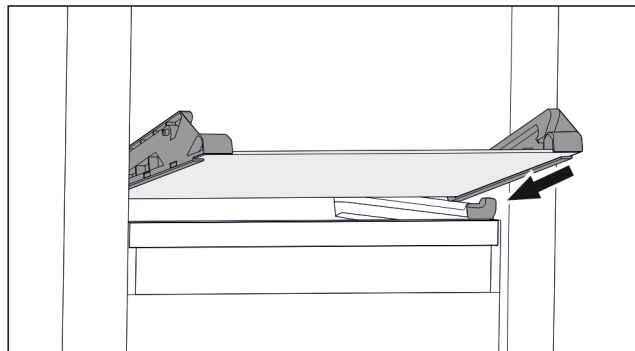

Fig. 73 Glassplate på nedvippbar skuff
- ▶ Sett glassplaten på skrå bak stopperne. (se Fig. 73)